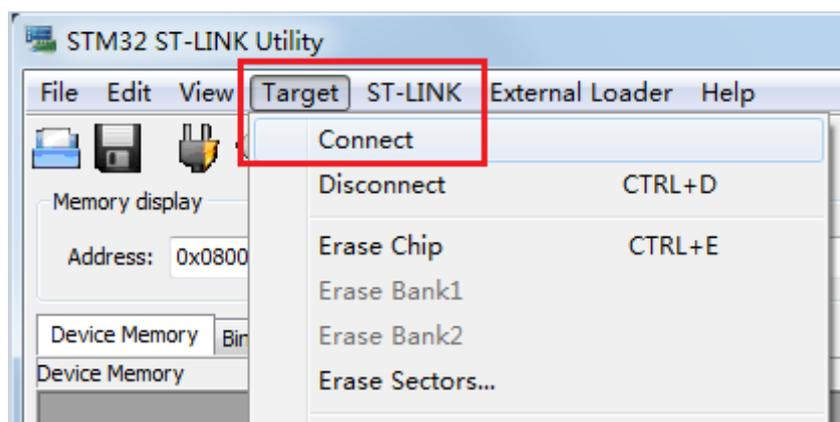

图 3.1.1 点击 Target->Connctet
- 3) 打开 STM32 ST-LINK Utility，点击“Target->Connect”，如图 3.1-1 所示；